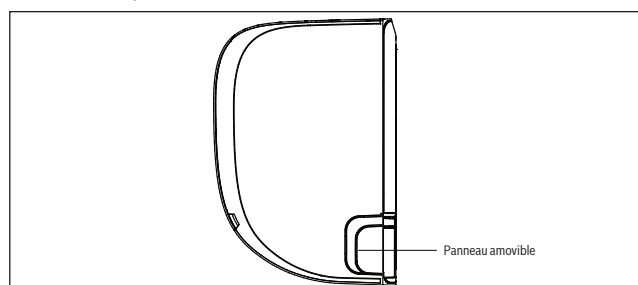

Fig. 10.
2. Si l'alésage mural se situe derrière l'unité, laissez le panneau amovible en place. Si l'alésage mural se situe sur le côté de l'unité, retirez le panneau amovible du côté correspondant de l'unité. (voir **fig. 10**). Ceci permet de créer une fente par laquelle les tubes sortent de l'unité. Utiliser une pince à bec si le panneau en plastique s'avère trop difficile à retirer manuellement.